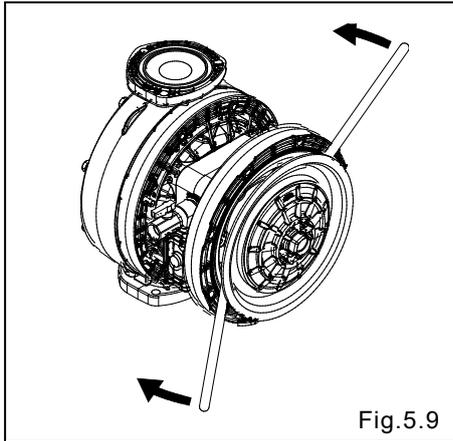

Fig.5.9
- Desplace el disco central hacia un lado (excluidos los tipos B_H, B_S), consulte [Fig. 5.9].
- Tome el disco central interior utilizando las palancas y desplácelo hacia el lado opuesto, luego dé vuelta el diafragma. (excluidos los tipos B_H, B_S) [Fig. 5.9, 5.10]